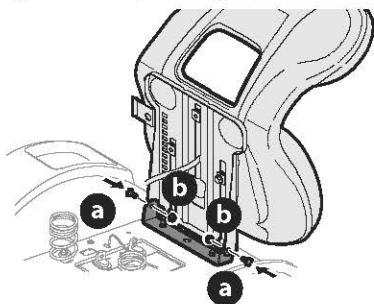

Figure 3
- Fixez un côté du siège au support avec les boulons à épaulement (a) et les écrous autobloquants (b) retirés à l'étape 3. Retenez le siège pendant que vous enlevez le tournevis Phillips et que vous fixez l'autre côté. Prenez garde de ne pas coincer ou endommager le faisceau de câbles pendant que vous installez le siège (Figure 3). Serrez à un couple de 9 à 12 Nm (de 84 à 103 po-lb).